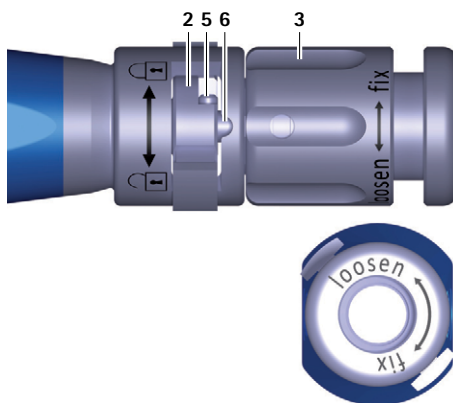

Fig. 1 Primer plano del instrumento de inserción, interruptor abierto
- Gire la tuerca giratoria **3** del instrumento de prueba **A** en sentido contrario de las agujas del reloj (en dirección "loosen") para deslizar la barra **6** hacia delante, ver Fig. 1.
- Gire el interruptor **2** hacia la izquierda (en dirección a ) ver Fig. 1.
- Gire el interruptor **2** hacia la izquierda (en dirección a **4**), ver Fig. 1.
- Compruebe la posición de acoplado del instrumento de inserción **A**, ver Fig. 1.
- Gire la tuerca giratoria **3** en sentido contrario de las agujas del reloj (en dirección "loosen") para deslizar la barra **6** hacia delante, ver Fig. 1.